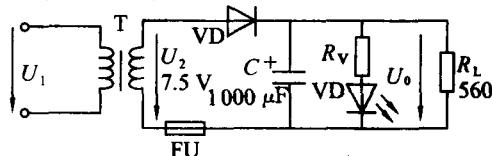

图 1-24
2. 按图 1-24 把电路搭接起来，先不接电容器 C(接入 R_v 与 VD 是作指示灯用)。